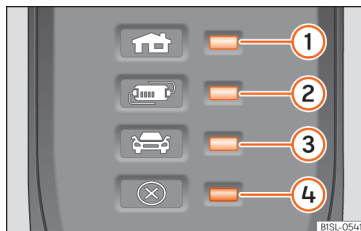

Fig. 67 Pe cablu de încărcare pentru prizele electrice: Lămpi de control pe dispozitivul de protecție.
» » **fig. 67:**
Dispozitivul electronic de protecție » » **fig. 67** asigură faptul că nu intră curent în cablu de încărcare până când acesta nu este cuplat la ștecherul de încărcare al autovehiculului.
Una sau mai multe lămpi de control » » **fig. 67** ①, ② or ③ se aprind în culoarea verde.
Afișajul >>> fig. 67	Semnificație
①, ④ clipește	Ștecărul casei s-a supraîncărcat.
②, ④ clipește	Dispozitivul de protecție s-a supraîncărcat.
Dacă procesul de încărcare continuă cu un curent mai redus, atât indicatorul de funcționare, cât și lampa de avertizare >>> fig. 67 ④ clipește roșu.
- Dacă se deconectează din nou sau în cazul în care curentul de încărcare se reduce și cauza nu pare să fie expunerea la o sursă externă de căldură, asigurați-vă că lampa de control verde clipește >>> fig. 67. Pentru verificarea cablului de încărcare vă rugăm să mergeți la un dealer SEAT. Solicitați unei unități specializate în instalații electrice să verifice conexiunea infrastructurii.
Dacă lampa de avertizare roșie ④ clipește sau se aprinde fără una dintre lămpile de control >>> fig. 67 ①, ② sau ③ aprinzându-se de asemenea continuu și pe indicatorul de stare, există o defecțiune.